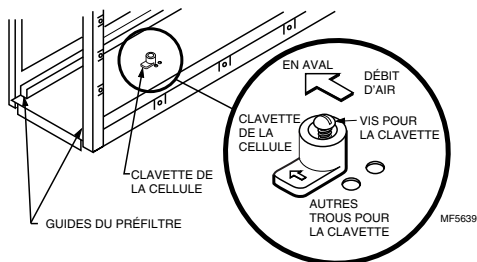

Fig. 7. La position de la clavette de la cellule détermine l'orientation de la cellule. La flèche de la clavette doit pointer vers l'aval.
2. Desserrer la vis qui tient la clavette de la cellule en place. Voir Fig. 7.